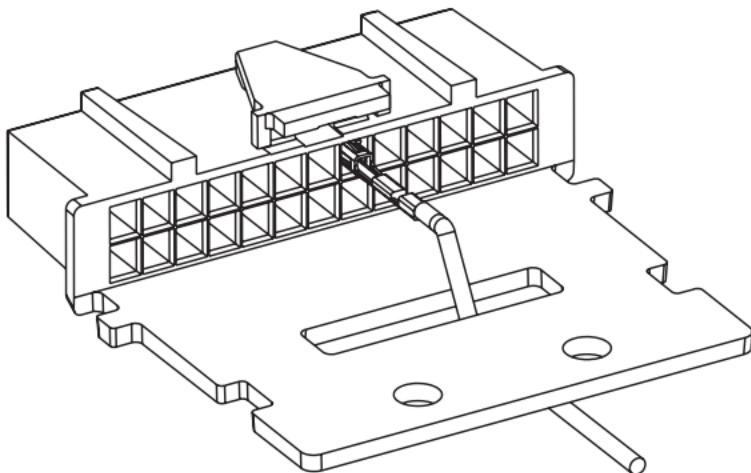

Abb. 1a. Zugentlastung
6. Führen Sie die Drähte wie in Abb. 1a gezeigt durch den Anschluss. Sind mehrere Zubehörteile an das Funkgerät angeschlossen, verfahren Sie bitte wie in Abb. 1b gezeigt und sichern die Drähte nach Durchführen von Schritt 7 mit einem Kabelbinder.